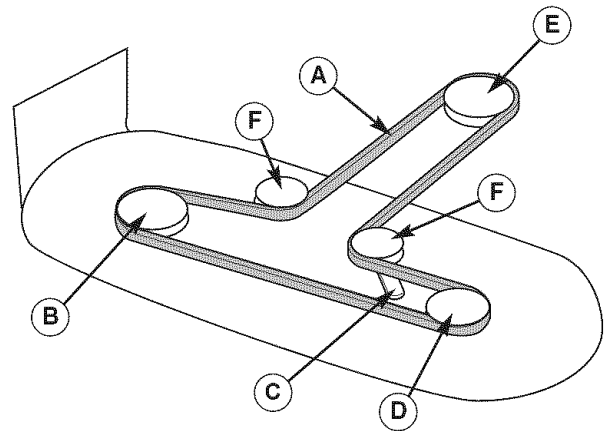

**Figura 37. Nivelado de Adelante hacia Atrás**
1. Gire las aspas de adelante hacia atrás como se muestra en la Figura 36. Mida la distancia del suelo a la punta delantera del asa central, y del suelo a la punta trasera de las aspas izquierda y derecha (Figura 37). Las puntas delanteras deben estar 1/8"-1/4" (3-6mm) más altas que las puntas traseras. Si no, proceda con el paso 2.
2. Para subir/bajar el frente de la cubierta de la podadora, afloje la tuerca delantera (A, Figura 37 diagrama pequeño) y gire la tuerca trasera (B) contra el collar de fijación (C) para acortar la varilla (D).
3. Verifique nuevamente la medida antes de apretar la tuerca delantera (A) contra el collar de fijación.